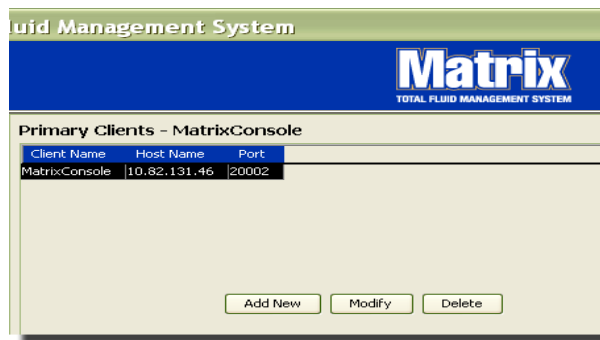

FIG. 79
4. Pour ajouter des principaux clients, sélectionnez le bouton Ajouter un nouveau (Add New) (FIG. 79).